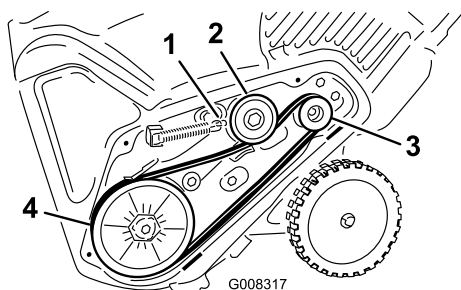

Figure 39
- Montez et acheminez la nouvelle courroie comme indiqué à la (Figure 39).
- Raccrochez le ressort de frein au bras de la poulie de tension (Figure 39).